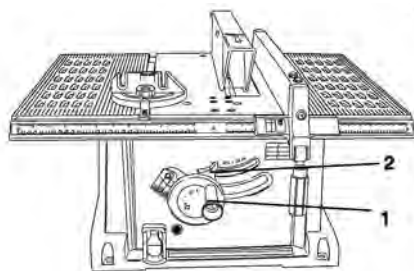

fig. 17 – regulagem da altura da lâmina
Para levantar ou abaixar a lâmina de serra, gire o volante de regulagem (1) até a altura desejada, fig. 17.
Para inclinar a lâmina de serra primeiro solte a manopla trava (2), e em seguida empurre a manopla (1) até que a engrenagem da mesma encaixe no canal da base da máquina, em seguida gire a manopla verificando o ângulo desejado. Quando chegar ao ângulo desejado aperte novamente a manopla trava (2), fig. 17.